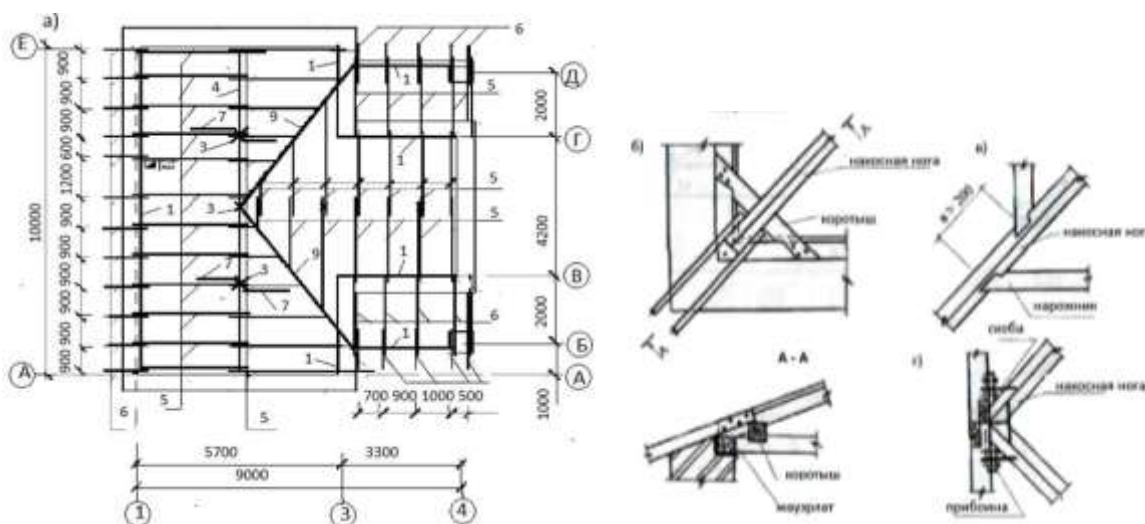

Рисунок 4.2 – Элементы скатной крыши
опорного ребра главной балки, а вот для фасонок связей подходящих профилей нет, их нужно создать. Профили, стили пластин и результат на скриншотах ниже, рис.4.2
3. Вычертить 3d модель кровли в программе Renga в разделе 3d вид по примеру, рис.4.2